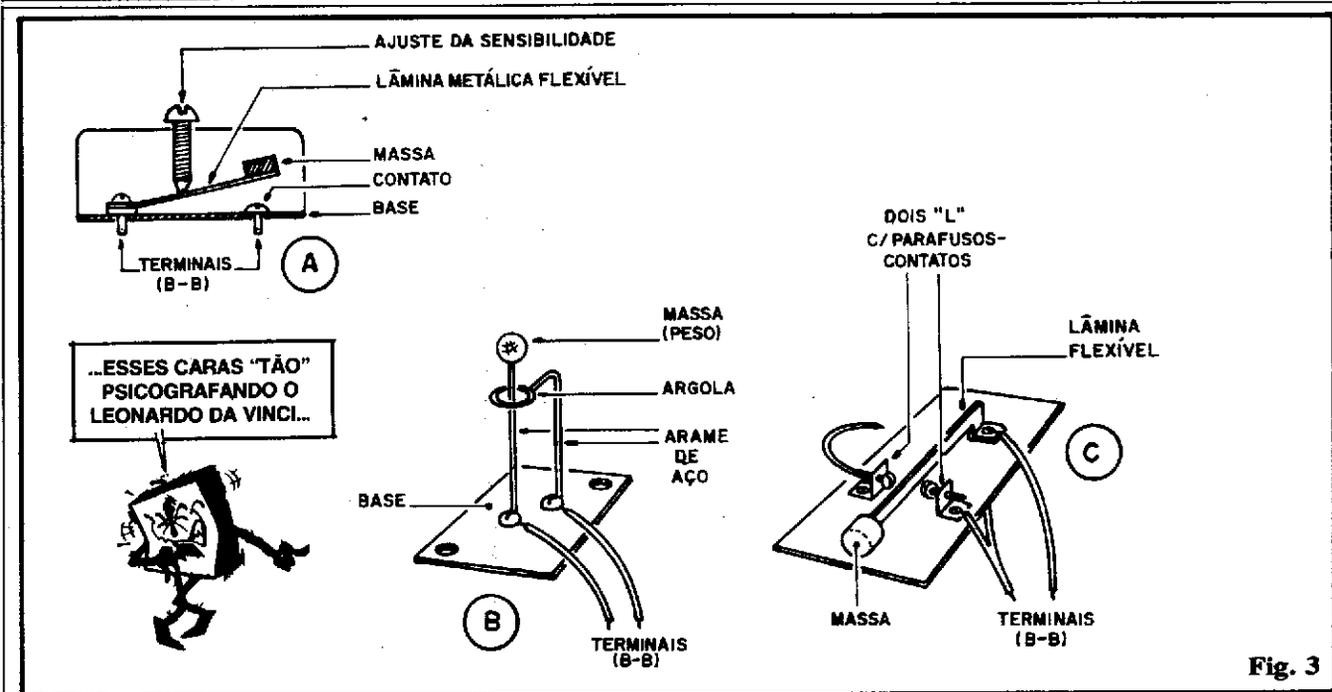

Fig. 3
**FIG. 3** O (importantíssimo, no circuito...) tal Interruptor de Balanço/Vibração. Basicamente - como qualquer interruptor - o dispositivo contém dois contatos metálicos, externamente acessíveis para ligação, e uma lâmina bastante flexível, metálica, dota
e tamanhos, mas com idêntica função e princípio de funcionamento...), restando porém a possibilidade de se "fazer o bichinho em casa" (a fig. 3 dá todas as "dicas"...). A Concessionária autorizada dos PACOTES/AULA do ABC, EMARK ELETRÔNICA, fornece, pelo Correio (tem um Cupom por aí, para pedir, com todas as condições detalhadas...) um conjunto completo do P/A correspondente à MP-18, nele incluídos todos os itens constantes da LISTA DE PEÇAS (menos DIVERSOS/OPCIONAIS), plaquinha, relê, sensor especial, etc. Pode ser "uma boa" para os que moram nas menores e mais distantes localidades...